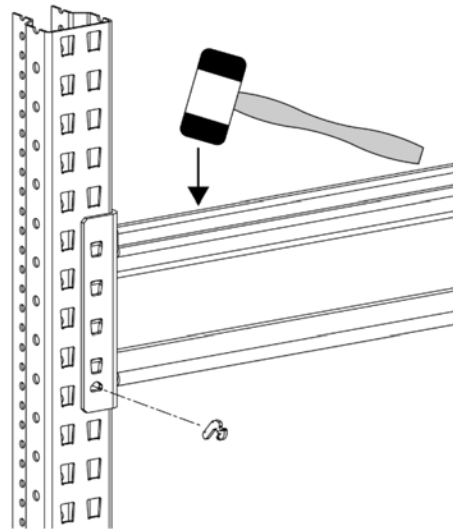

Abb. 8
5. Träger an beiden Stützen mit einem Sicherungsstift arretieren und mit einem Gummihammer in Pfeilrichtung befestigen. (Abb. 8)